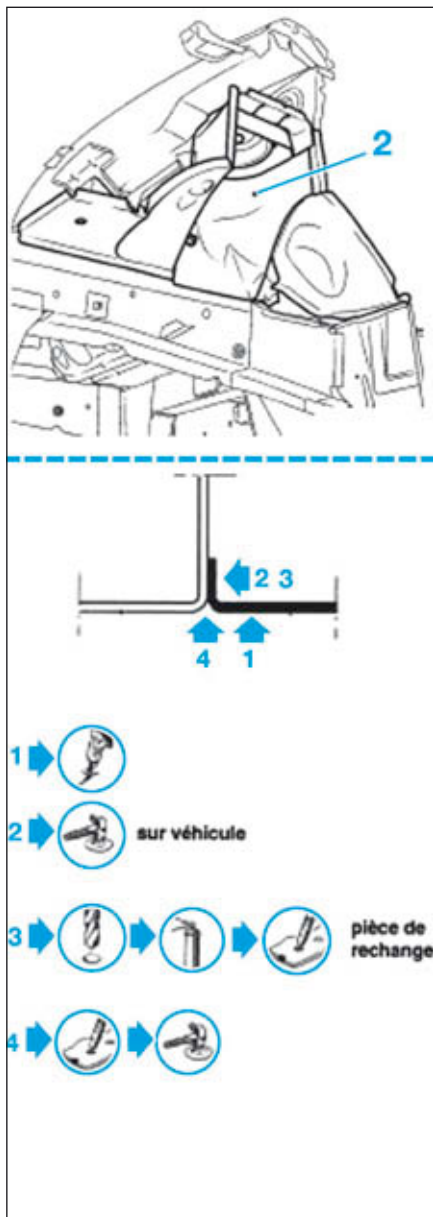

FIG.13
- Tracer puis découper le passage de roue avant (sur le véhicule) (Fig.13).
- Tracer puis percer au Ø 8 mm pour soudage ultérieur par points bouchons (Fig.13).
- Souder par points bouchons MAG (Fig.13).